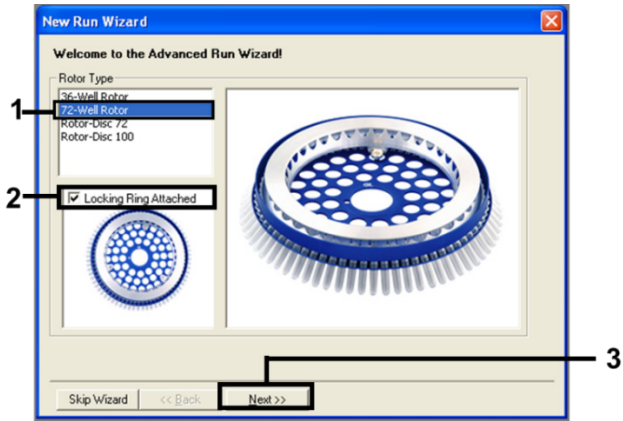

Figura 1. Cuadro de diálogo «New Run Wizard» (Asistente para series nuevas).
3. Seleccione «72-Well Rotor» (Rotor de 72 pocillos) como tipo de rotor. Confirme que el anillo de fijación esté sujeto y marque la casilla Locking Ring Attached (Anillo de fijación sujeto). Haga clic en Next (Siguiete) (Figura 1).